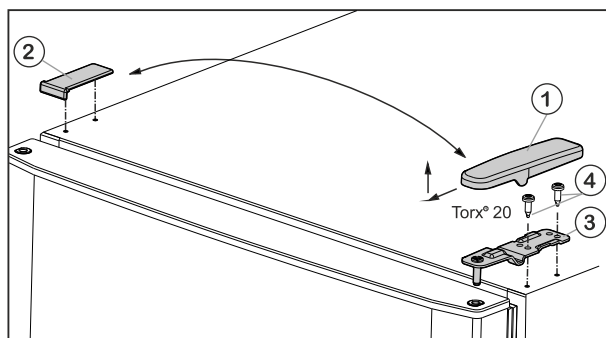

Fig. 6
- ▶ Pokrov Fig. 6 (1) snemite s potegom naprej in navzgor.
- ▶ Dvignite pokrov Fig. 6 (2).
- ▶ Odvijte zgornji ležajni podstavek Fig. 6 (3) (2-krat Torx® 20) Fig. 6 (4) in ga s potegom navzgor snemite.
- ▶ Zgornji ležajni podstavek *Fig. 6 (3)* vstavite na vrata na novi strani s tečaji.
- ▶ Zgornji ležajni podstavek **trdno (s 4 Nm)** privijte (2-krat Torx® 20) *Fig. 6 (4)*. Po potrebi uporabite akumulatorski izvijač.
- ▶ Pokrov *Fig. 6 (1)* na nasprotni strani od zunaj namestite in pripnite.
- ▶ Pokrov *Fig. 6 (2)* na nasprotni strani tudi od zgoraj namestite in pripnite.